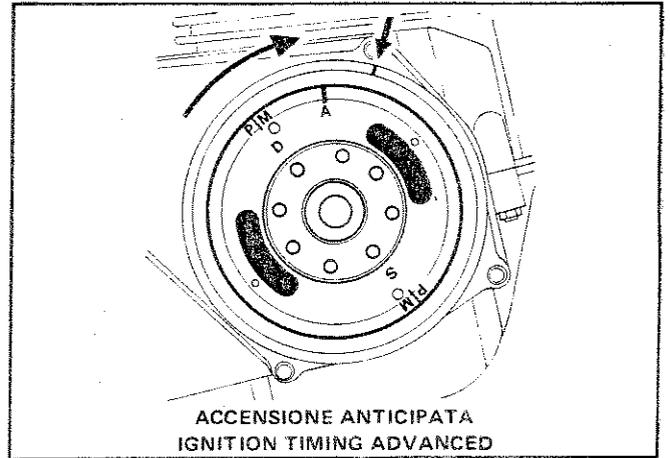
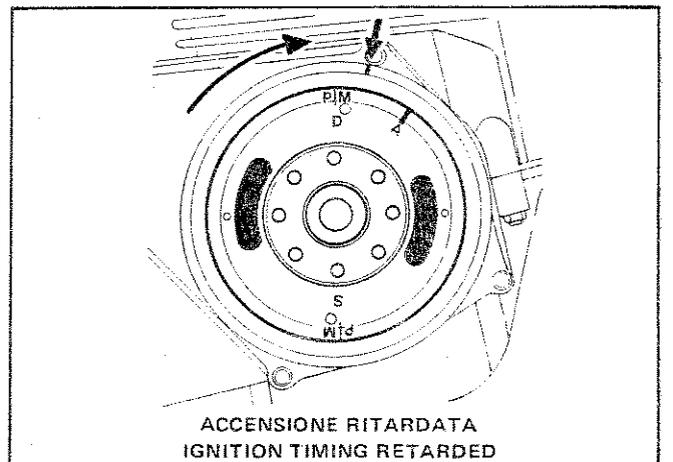

Fig. 180
Fig. 181
4) Se invece il contrassegno sul volano appare, in relazione al verso di rotazione del volano, prima di quello sul carter, l'accensione è anticipata (Fig. 180); se appare dopo, l'accensione è ritardata (Fig. 181).
4) If the rotor reference mark appears before the crankcase mark, the ignition timing is advanced (Fig. 180). If it appears after the ignition timing is retarded (Fig. 181).